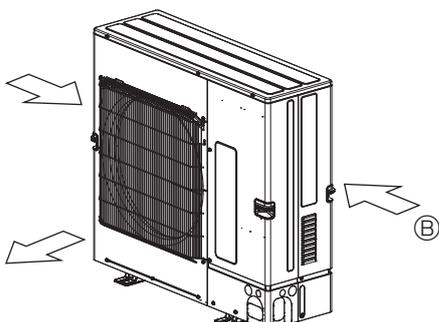

Fig. 2-6
- ③ Jeśli to możliwe, należy tak ustawić jednostkę zewnętrzną, aby kierunek wylotu powietrza był prostopadły do kierunku wiatru w danej porze roku. (Fig. 2-6).